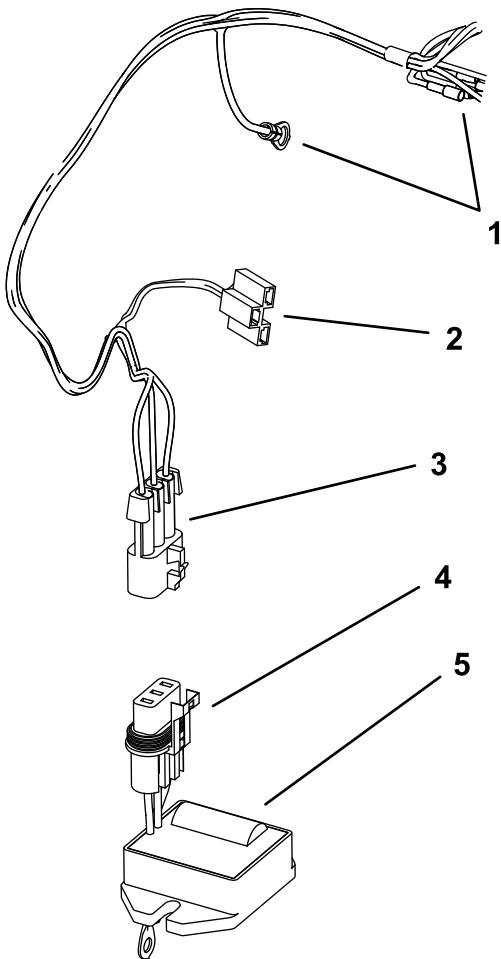

Figura 2
2. Collegate il connettore del regolatore al cablaggio preassemblato del Kit contaore wireless (Figura 2).